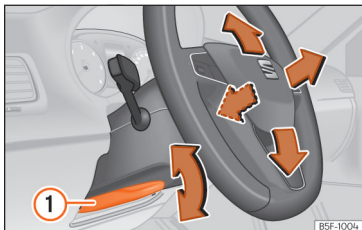

Fig. 5 Leva nella parte inferiore del lato sinistro del piantone dello sterzo.
- Tirare la leva » **fig. 5** ① verso il basso, muovere il volante verso la posizione desiderata e risollevarlo la leva fino al punto di chiusura.
- Dopo aver regolato il piantone dello sterzo, spingere fermamente la leva » **fig. 5** ① verso l'alto affinché il volante non cambi posizione accidentalmente durante la marcia.